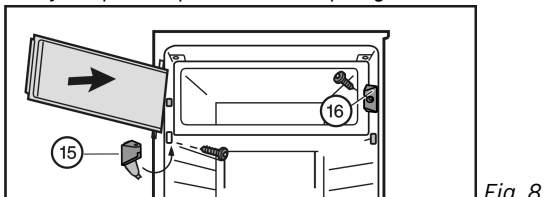

Fig. 8
- ▶ Montirajte zapiralo *Fig. 8 (16)*.
- ▶ Montirajte ležajni podstavek *Fig. 8 (15)* in zaprite pokrov.